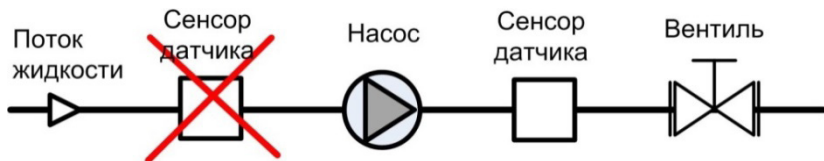

Рисунок 5.6 – Выбор места монтажа сенсора расходомера
**Монтаж сенсора вблизи насосов и клапанов:** следует избегать установки расходомера на всасывающей стороне насоса из-за опасности возникновения разрежения в трубопроводе (разрежение может вызвать отслоение футеровки и разрушение сенсора), рисунок 5.6.